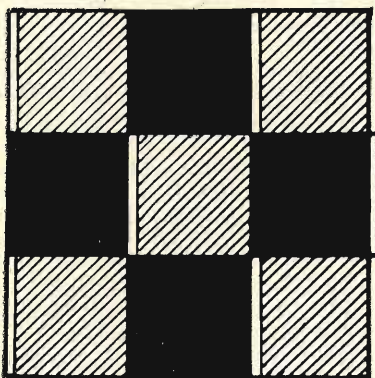

Fig. 14
18) Rilievo in bianco prima o dopo i segnali neri (fig. 14).